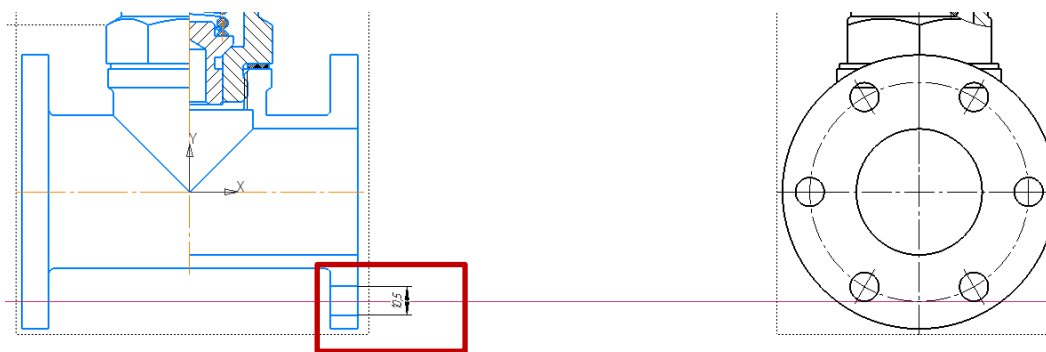

Рис. 10 Изображение отверстия в плоскости разреза
Одно из отверстий на фланце корпуса надо показать в секущей плоскости, переместив ось отверстия по окружности центров (рис. 10). Линии штриховки корпуса перенести на слой невидимых.
- **Слой сделать невидимым (см. рис. 10).**
- **Черчение – Геометрия – Отрезок (см. рис. 10).**